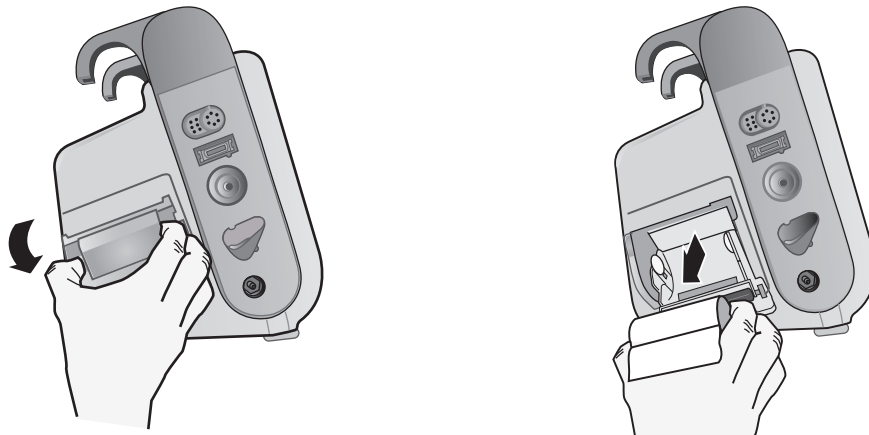

Figure 17-1. Ouverture de la porte de l'imprimante et dégagement du papier
1. Ouvrez le volet de l'imprimante (voir Fig. 17-1) et enlevez ensuite tout reste de papier.